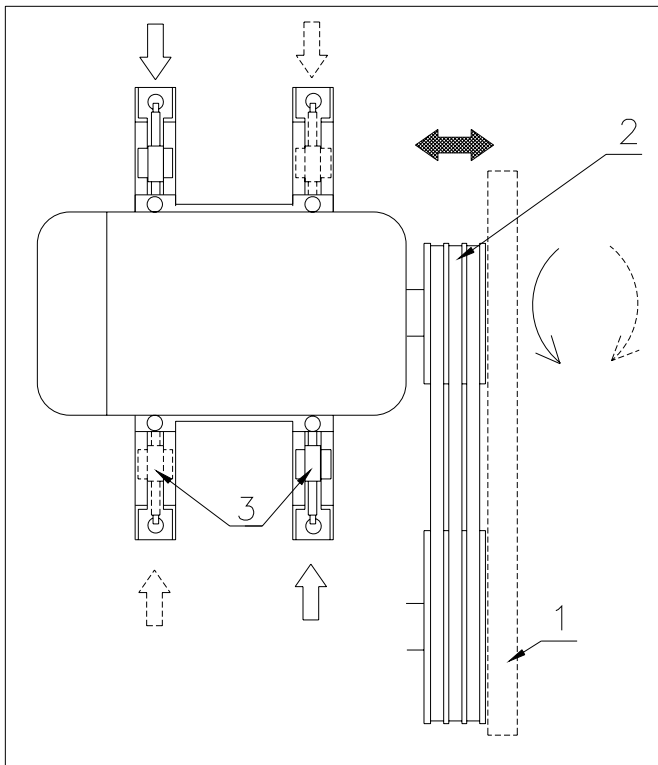

Fig. 7.7
Hierzu legen Sie einen Richtscheit (1) gegen die Scheiben (siehe Fig.7.7).